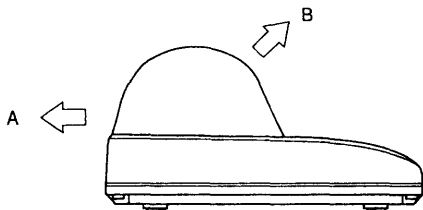

Fig. 2-3. 記録紙カバーの取り外し
① Fig. 2-3. のように記録紙カバーを矢印Aの方向へ押し、矢印Bの方向に取り外します。